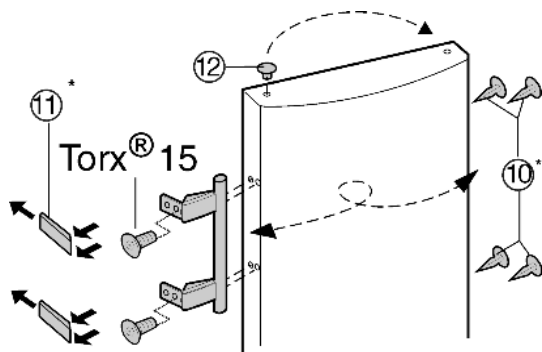

Fig. 9
- ▶ Čepe Fig. 9 (12) vzemite iz puše ležaja vrat in jih prestavite.
- ▶ Ročaj, čepe Fig. 9 (10) in potisne plošče Fig. 9 (11) odmontirajte in jih prestavite na drugo stran.